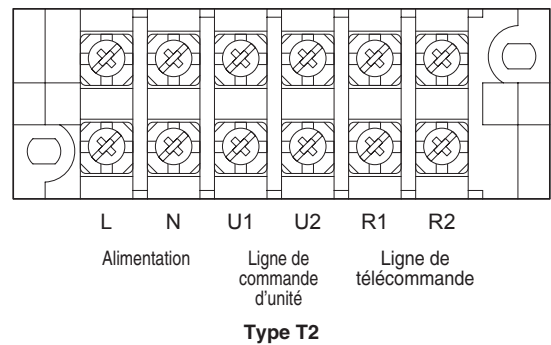

Fig. 4-2
- (1) Se reporter à la section 4-2. "Longueur et diamètre de fil recommandés pour le système d'alimentation" pour l'explication de "B", "C", "D" et "E" sur le schéma ci-dessus.
- (2) Le schéma de connexion de base de l'unité intérieure montre la plaque à bornes, toutefois les plaques à bornes de votre équipement peuvent différer du diagramme. (Fig. 4-2)
- (3) L'adresse du circuit réfrigérant (R.C.) doit être fixée avant la mise sous tension.
- (4) Le paramétrage de l'adressage automatique peut être exécuté via la télécommande. Voir les instructions d'installation livrées avec la télécommande (en option).